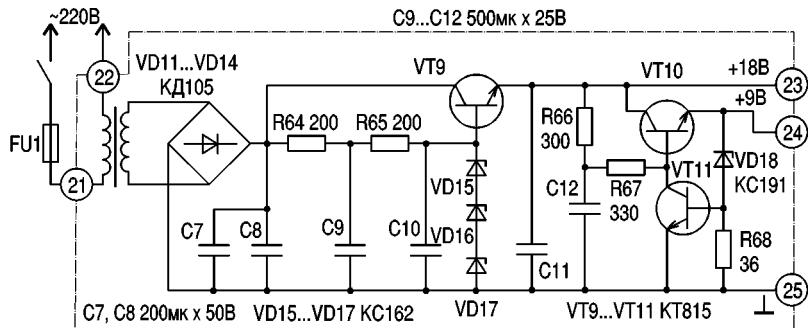

рис.8
**Блок питания (рис.8)** вырабатывает два стабилизированных напряжения. Цель "+18 В" (питание компаратора и цепи заряда) стабилизирована простейшим транзисторным фильтром на транзисторе VT9; цель "+9 В" (питание счетчика времени) стабилизирована схемой на транзисторах VT10,